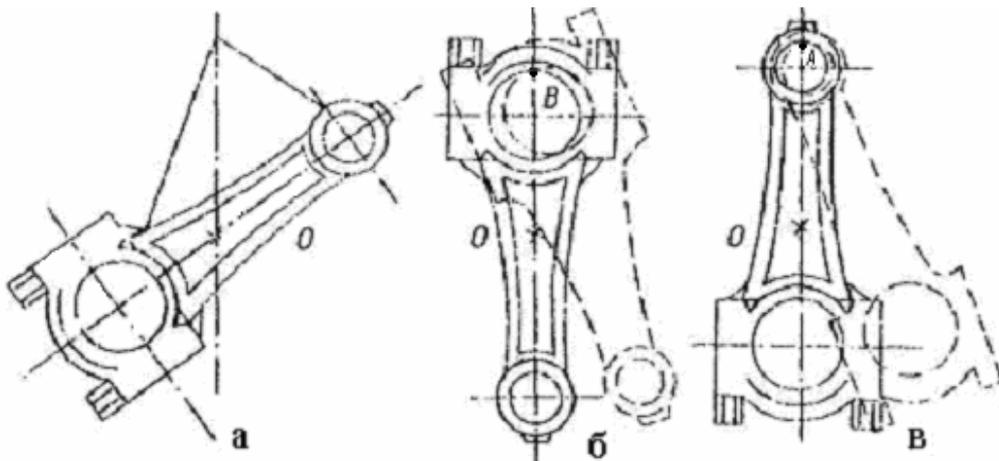

Рис. 1
Зная момент инерции тела относительно оси, проходящей через любую точку, можно определить момент инерции этого же тела относительно оси, проходящей через центр тяжести параллельно данной оси, используя теорему Штейнера: "Момент инерции твердого тела относительно любой оси равен моменту инерции этого же тела относительно оси, проходящей через центр тяжести ( $J_o$ ) параллельно данной оси, сложенному с произведением массы ( $m$ ) тела на квадрат расстояния между осями ( $d$ ), т.е.  $J=J_o+md^2$  (3), откуда  $J_o=J-md^2$  (4), где  $d = r_{AO}$  или  $d = r_{BO}$  (рис. 1. а.б.в.).
2. Отметить на шатуне центр тяжести  $O$ . Для этого шатун повесить на крючках так, как показано на рис. 1 а. Положение центра тяжести определится как точка пересечения отвесной линии с осью симметрии шатуна.
3. Подвесить шатун так, как показано на рис. 1 б (ось вращения шатуна проходит через точку  $B$ ) и, определив время десяти колебаний, найти период колебания шатуна  $T_B$  относительно оси, проходящей через точку  $B$  (шатун отклоняется от положения равновесия на  $3-5^\circ$ )  $\left(T_B = \frac{t}{10}\right)$ .
5. Вычислить момент инерции шатуна относительно оси, проходящей через точку В ( $J_B$ ) по формуле (2).
6. Подвесить шатун так, как это показано на рис. 1 в (ось вращения шатуна проходит через точку А), и аналогично описанному выше определить период колебаний шатуна ( $T_A$ ), расстояние  $r_{AO} = AO$  и вычислить момент инерции шатуна относительно оси, проходящей через точку А ( $J_A$ ).
Берется диск, насаженный на вал (рис.1.). Вал устанавливается на шарикоподшипниках  $C_1$  и  $C_2$ , и на него наматывается шнур, на конце которого находится гиря массой  $m$ . Если поднять груз до верхней отметки и отпустить, то под действием силы тяжести груз начнет опускаться. Запас потенциальной энергии гири  $mgh_1$  будет расходоваться на увеличение кинетической энергии системы и на работу по преодолению сил трения. Закон сохранения энергии для этого случая: